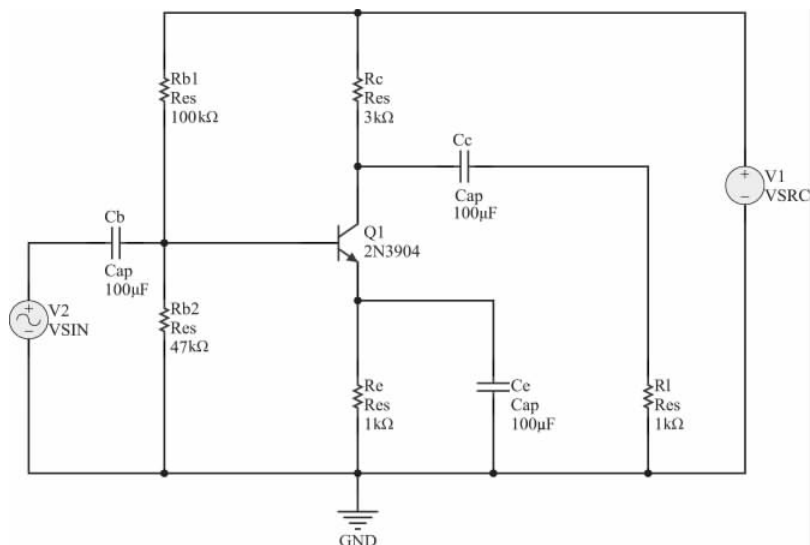

图 3-81 为电路元器件和信号源分配唯一的标识符
(5) 按照前面所介绍的为元器件分配标识符的方法,为电路中的元器件和信号源分配唯一的标识符。图 3-81 给出分配完标识符后的原理图界面。